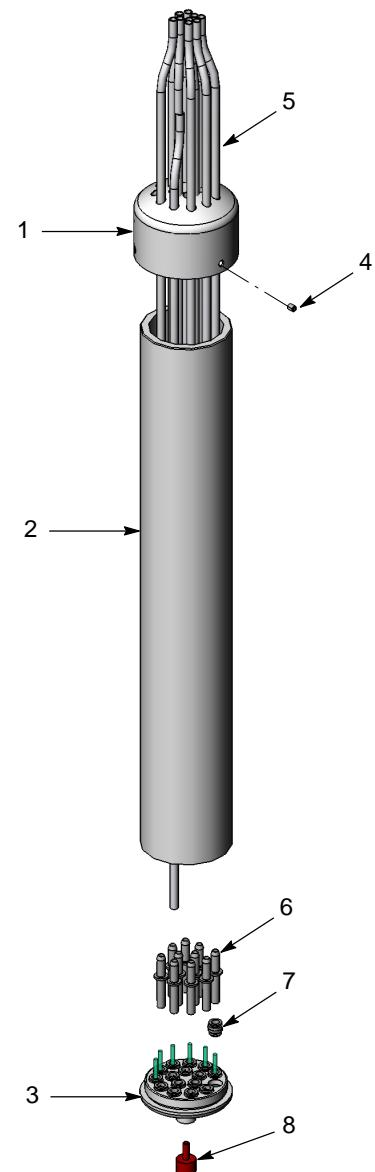

Рис. 2 Ремонт и детали узла ствола
Запчасти показаны на рис. 2.
1. См. рис. 2. Отсоединить порошковый шланг (5) от насоса Prodigy HDLV.
2. Ослабив три установочных винта (4), снять крышку (1) с корпуса (2). Сдвинуть крышку на несколько дюймов по установленным порошковым шлангам.
3. Отвернуть корпус от головки (3). Снять головку с корпуса, чтобы открыть доступ к переходникам шлангов (6).
5. Снять переходники (6) со шлангов, а затем вытянуть шланги из крышки и корпуса.
1. См. рис. 2. Продеть новый порошковый шланг через крышку и корпус.